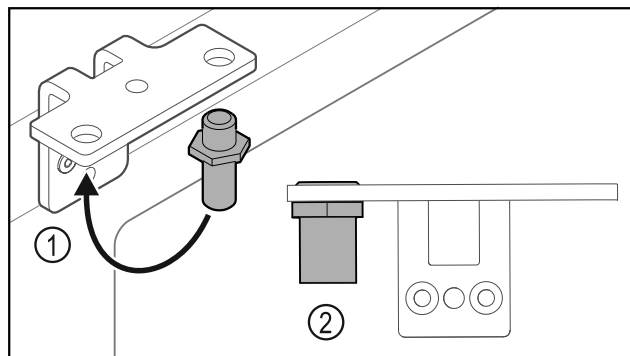

Fig. 38
- ▶ Переставьте палец Fig. 38 (1) в шарнирном уголке.
- ▶ Затяните палец Fig. 38 (2) с моментом 12 Нм.